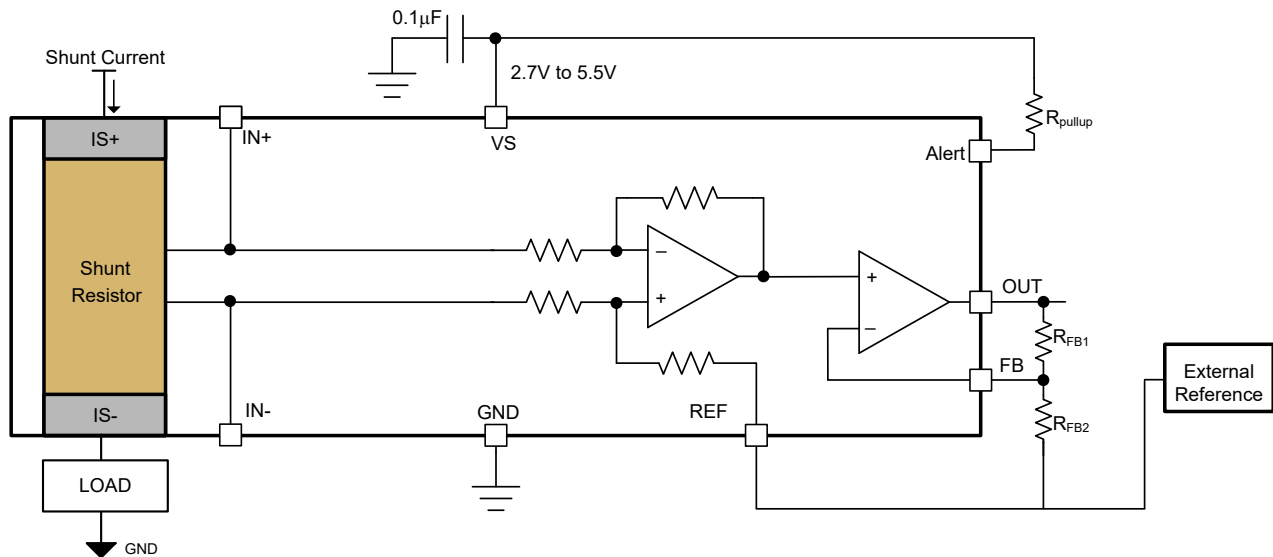

图 6-7. 通过外部电阻分压器实现的可调增益设置
INA751x 支持通过两个外部电阻网络进行增益调整。默认增益为 40mV/A，借助增加的外部可调增益电阻器网络，总增益 (G) 最高可达 800mV/A。图 6-7 显示了配置用于增加外部增益的两个外部电阻器 R_{FB1} 和 R_{FB2} 。方程式 2 可用于计算外部可调增益，方程式 3 显示了具有外部可调增益的系统的总增益。REF 引脚和电阻 R_{FB2} 的一端根据 OUT 引脚上所需的电压连接到外部基准，如使用基准引脚调整输出 中所述。